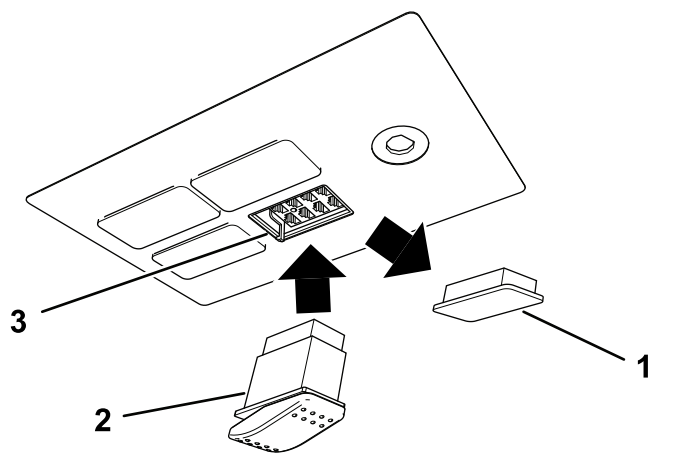

図 11
9. スwitchパネルの左前についているプラグを外して捨てる図 11。
10. スイッチにコネクタを嵌め、スイッチをパネルに取り付ける 図 11。